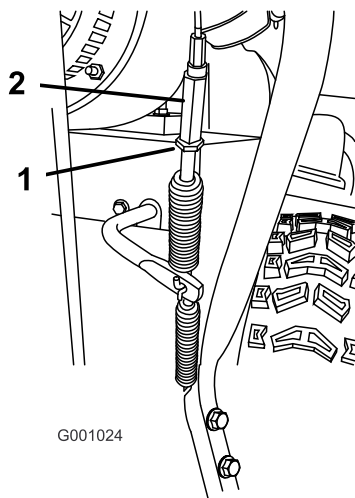

Figure 47
5. Desserrez l'écrou de blocage (Figure 47).
6. Desserrez ou serrez le tendeur de réglage de la tension du câble (Figure 47).